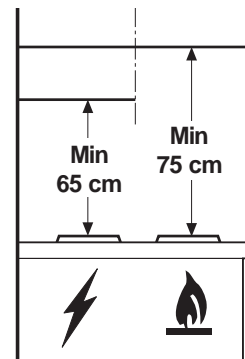
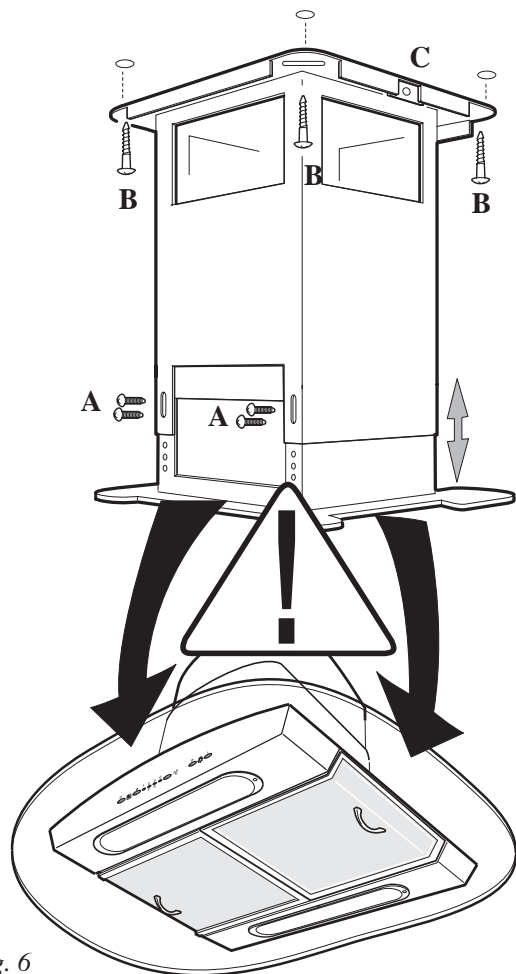
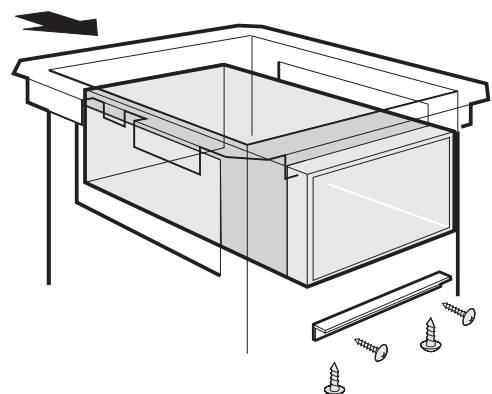
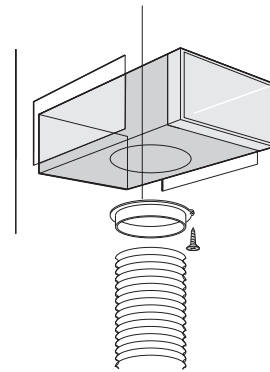

Fig. 5
Fig. 6
Fig. 7
Fig. 8
Ventilatorhetten monteres fritthengende under tak. Avstanden mellom en koketopp og undersiden av fettfilteret skal være minimum 65 cm. Til en topp med gassbrennere skal minimumsavstanden være 75 cm (Fig. 5).
- Begge delene av den teleskopiske bærekonstruksjonen må festes til hverandre med de 8 skruene A (Fig. 6). Beregn ventilatorhøyden på 290 mm og minimumsavstanden fra komfyren (Fig. 5).
- Monter fast deflektoren fra siden gjennom hullene på den teleskopiske bærekonstruksjonens øvre del (Fig. 7). OBS! Hullene som brukes, må være i rett vinkel mot kanalens øvre festepunkter C (Fig. 6).
- Fest deflektoren med medfølgende konsoll og 4 skruer (Fig. 7). Fest tilkoblingsringen på deflektoren nedenfra (med bajonettfeste – vri med urviseren og fest med en skrue – Fig. 8).
- Fest en slangebit med diameter 150 mm som er lang nok til å nå ventilatorens tilkoblingsring, når ventilatoren er satt på plass (Fig. 8).
- Fest bærekonstruksjonen til taket med 4 skruer og plugger B (Fig. 6). Ytterkanalens sider med festepunkter tilsvarer festepunktene C (Fig. 6) på bærekonstruksjonen.